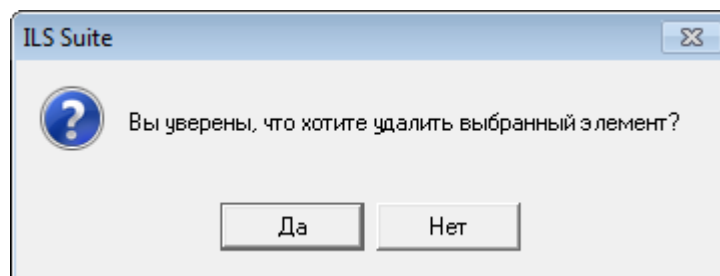

Рис. 9-25 – Диалоговое окно при удалении объекта справочника
4) В открывшемся диалоговом окне нажать «Да» для подтверждения действия (рис. 9-25).